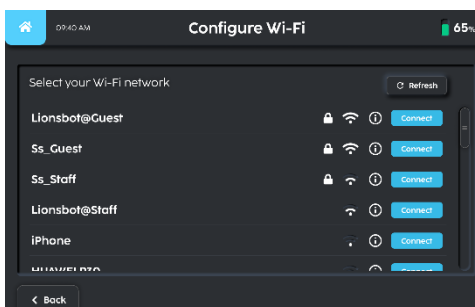

Fig. 4
4. Selecteer het netwerk dat u wilt configureren of waarmee u verbinding wilt maken (fig. 4).